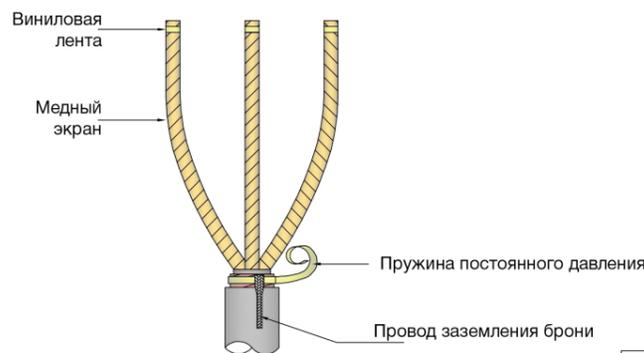

Рис. 2
- 2.2. Чтобы зафиксировать маркированный провод заземления на броне, используйте БОЛЬШУЮ пружину постоянного давления. (Оставьте запас 10 - 20 мм на конце заземляющего провода. После первого витка отогните оставленный заземляющий провод назад и снова закрепите его той же пружинкой, как показано на рис. 2.)